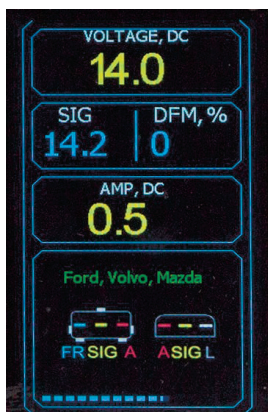

Рис. 16. MS004COM
- **«SIG»:** индикатор устанавливаемого напряжения стабилизации реле-регулятора генератора (только для реле-регуляторов с терминалом «SIG») **(Рис. 16).**